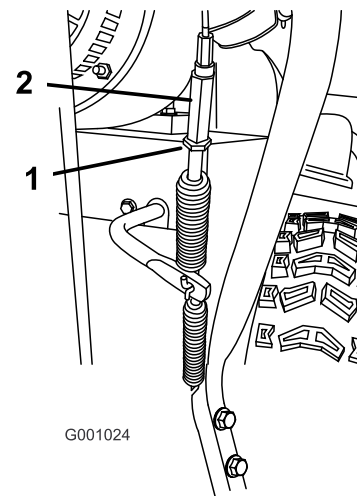

Bild 38
5. Lösen Sie die Klemmmutter (Bild 38).
6. Lösen oder ziehen Sie die Spannschraube an, um die Kabelspannung einzustellen (Bild 38).